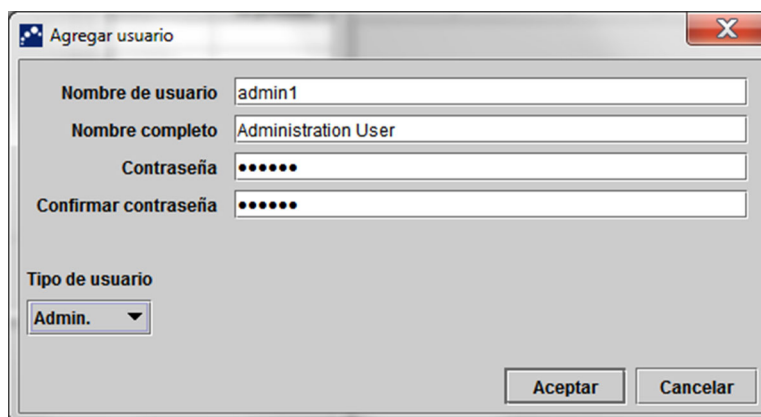

Figura 2-72. Cuadro de diálogo Agregar usuario
3. Haga clic en **Agregar**. Aparece el cuadro de diálogo Agregar usuario. Consulte la figura 2-72.